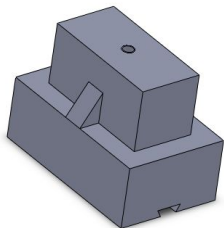

图 4-118 筋特征
(3) 单击【退出】按钮，单击【特征】工具栏中的【筋】按钮，弹出【筋】属性管理器，选择刚创建的直线，在【厚度】选项中单击【两侧】按钮，设置【拉伸距离】为“10mm”，如图 4-117 所示，单击【确定】按钮，创建的筋特征如图 4-118 所示。